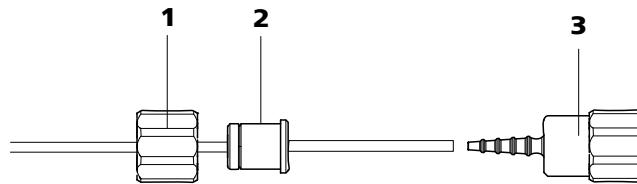

Figura 30 Instalación de una conexión de tubo de bomba sin filtro
- **Caso B:** una conexión de tubo de bomba **sin filtro** 6.2744.160 (véase Figura 30, página 52).